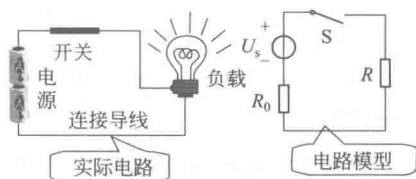
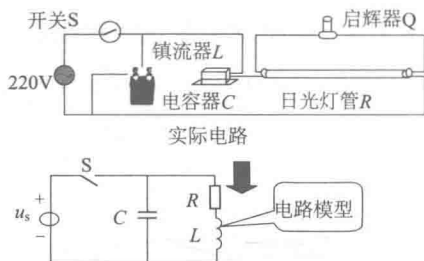

图 1-2 白炽灯照明电路模型
图 1-3 日光灯照明电路模型
(3) 电路模型 将实际电路中的元件用理想电路元件表示、连接，称为实际电路的电路模型。图 1-2 为白炽灯照明电路模型，图 1-3 为日光灯照明电路模型。